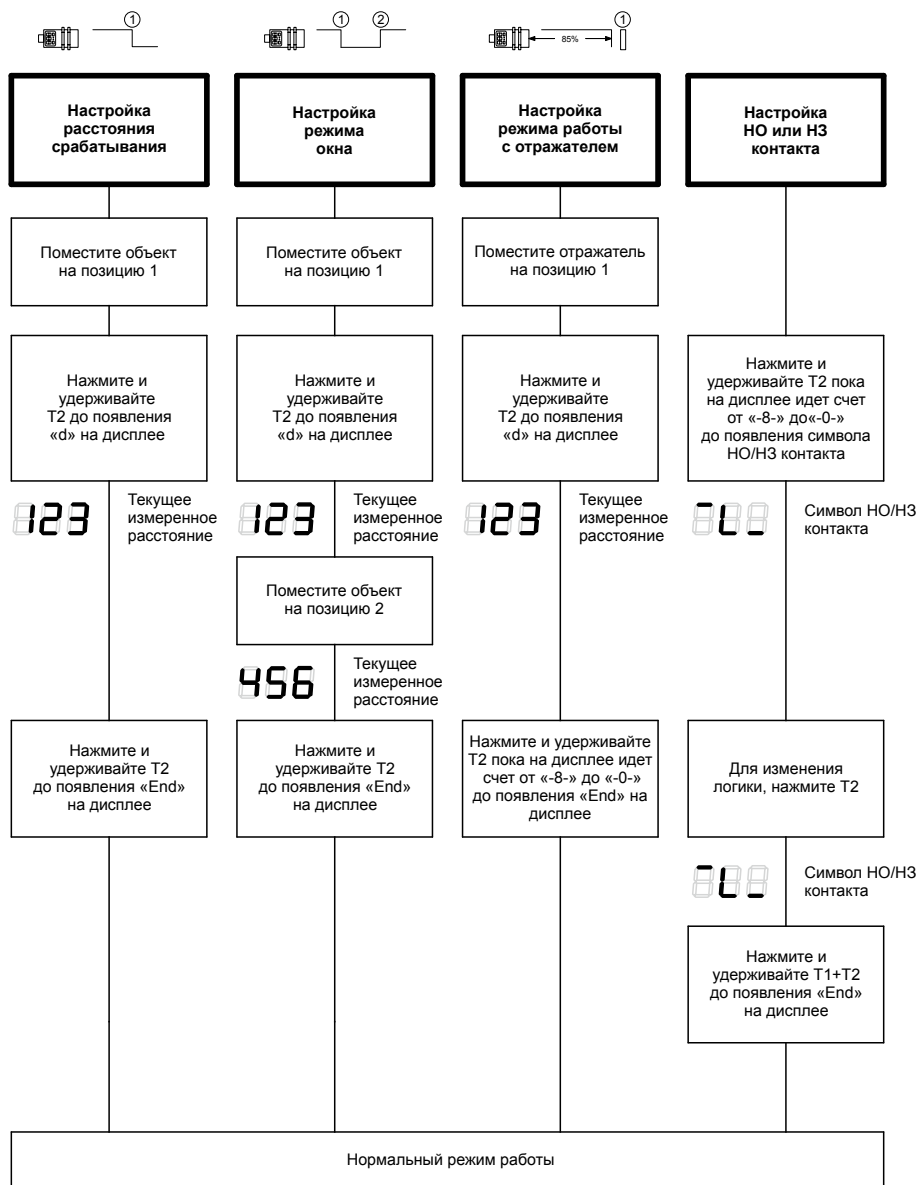

Рисунок 22 – Задание параметров с помощью процедуры «обучения» (дискретный выход) для датчика mic+.../DIU/TC
- 2) С помощью процедуры обучения на объекте (см. рисунок 22 — 23).